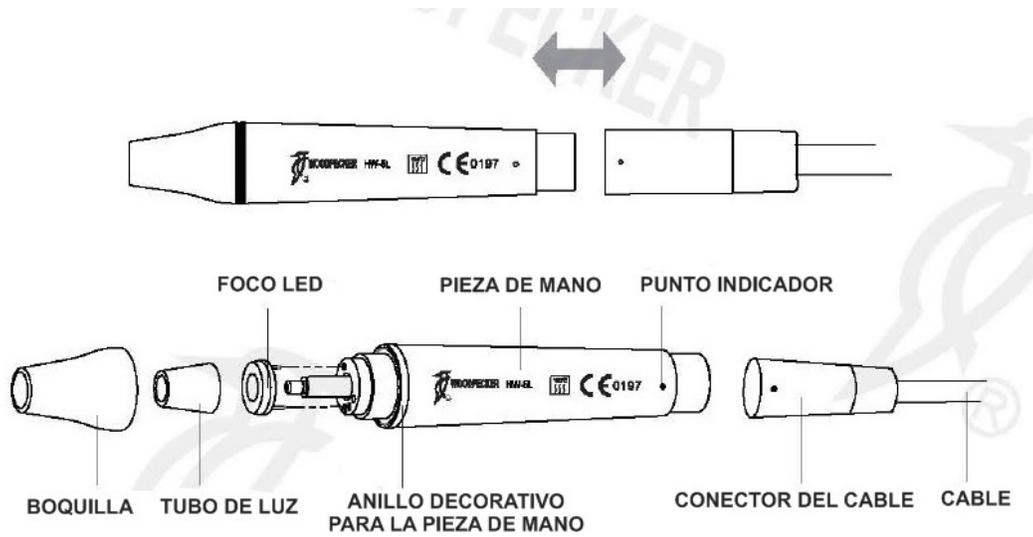

Figura 5
2.1.2 Instrucciones para los principales componentes de la pieza de mano desmontable (Ver figura 5).